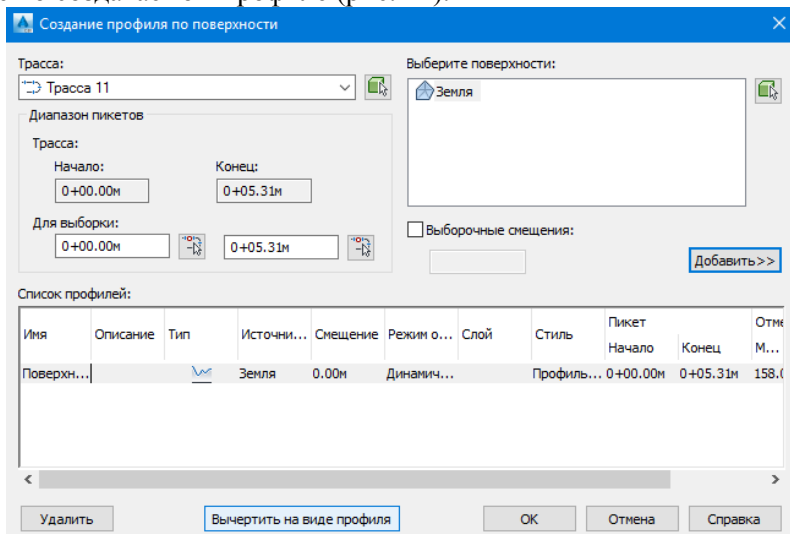

Рис. 44. Окно «Создание профиля по поверхности»
2. В диалоговом окне «Создание профиля по поверхности» нажать кнопку «Добавить», чтобы создать профиль по трассе. В списке профилей по выбранной трассе появится строчка с информацией о создаваемом профиле (рис. 44).